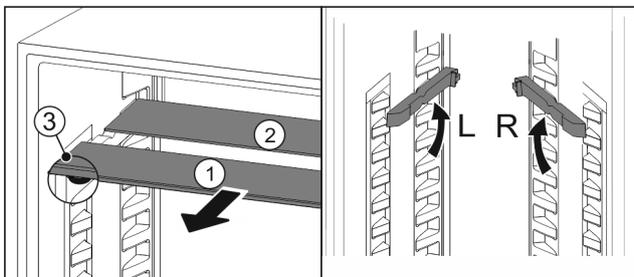

Fig. 22
- ▶ Steklene plošče posamično izvlecite Fig. 22 (1) naprej.
- ▷ Steklena plošča Fig. 22 (1) z okrasno letvijo je spredaj.
- ▷ Zaustavljalniki Fig. 22 (3) so obrnjeni navzdol.